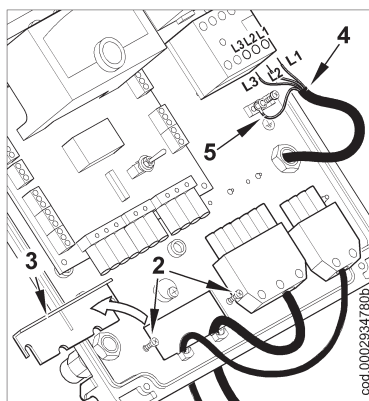

Рисунок 2
2) Ослабьте винты (2), а после снятия пластинки кабельного зажима (3), пропустите через отверстие два разъёма 7- и 4-штырьковый (см. рис. 2). Соедините питающие кабели (4) к дистанционному выключателю, закрепите провод земли (5), а после этого затяните зажим.